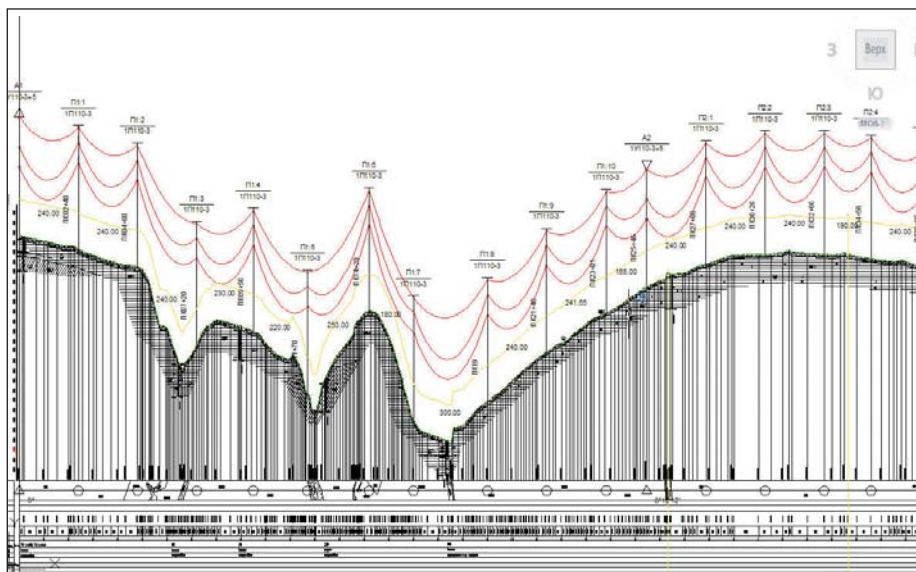

Рис. 1. Расстановка опор на продольном разрезе профиля
2. Расстановка опор на плане и продольном разрезе профиля (рис. 1).